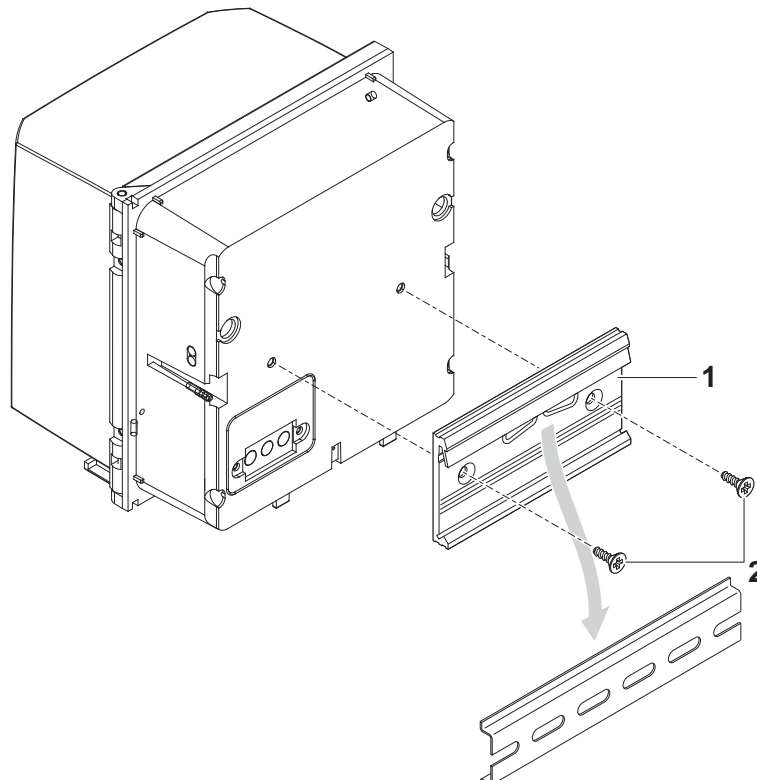

figure 3-9 Montage du DIQ/S 281 sur rail profilé
- 1 Visser la fixation à agrafes (pos. 1 figure 3-9) avec les deux vis autotaraudeuses en matière plastique (pos. 2) au dos du transmetteur universel.